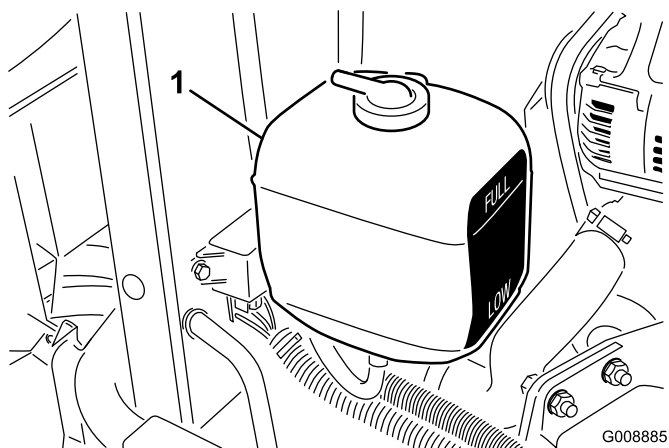

Figura 28
1. Verifique o nível de líquido de arrefecimento do depósito secundário (Figura 28). Num motor arrefecido, o líquido de arrefecimento deve estar entre as marcas existentes no lado do depósito.